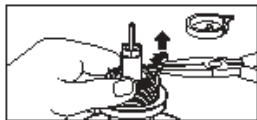

Figura P3
4. De seguida, coloque o seu polegar num dos lados do gancho de fixação e com um alicate agarre o outro lado do gancho de fixação e puxe-o para fora, removendo o polegar e para cima, retirando-o da base do adaptador roscado de 3/4”, de seguida, retire o adaptador (Figura P3).